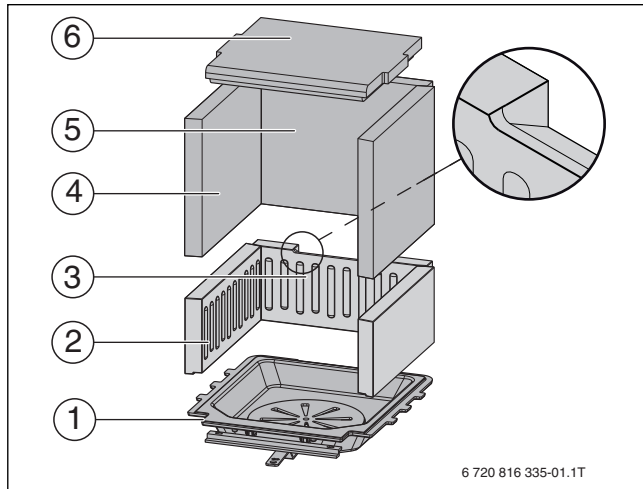

Bild 16 Feuerraumauskleidung – Heizeinsatz Rost
- Rückwandstein Feuerraum Mitte (→ Bild 16, [3], Seite 19) hinten mit der Verzahnung nach unten einstellen.